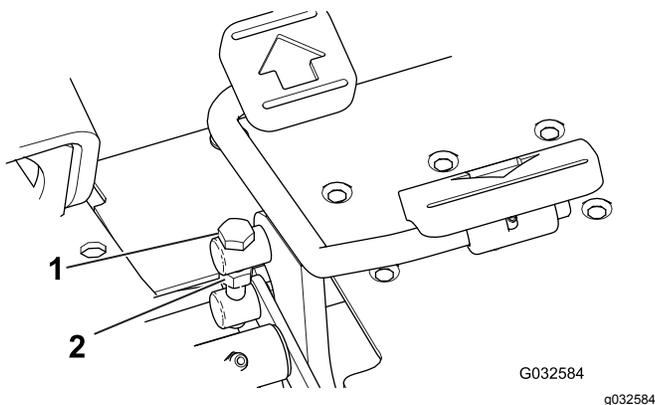

Bild 48
1. Lösen Sie die Klemmmutter an der Drehzapfenkopfschraube an der Seite des Fahrpedals (**Bild 48**).